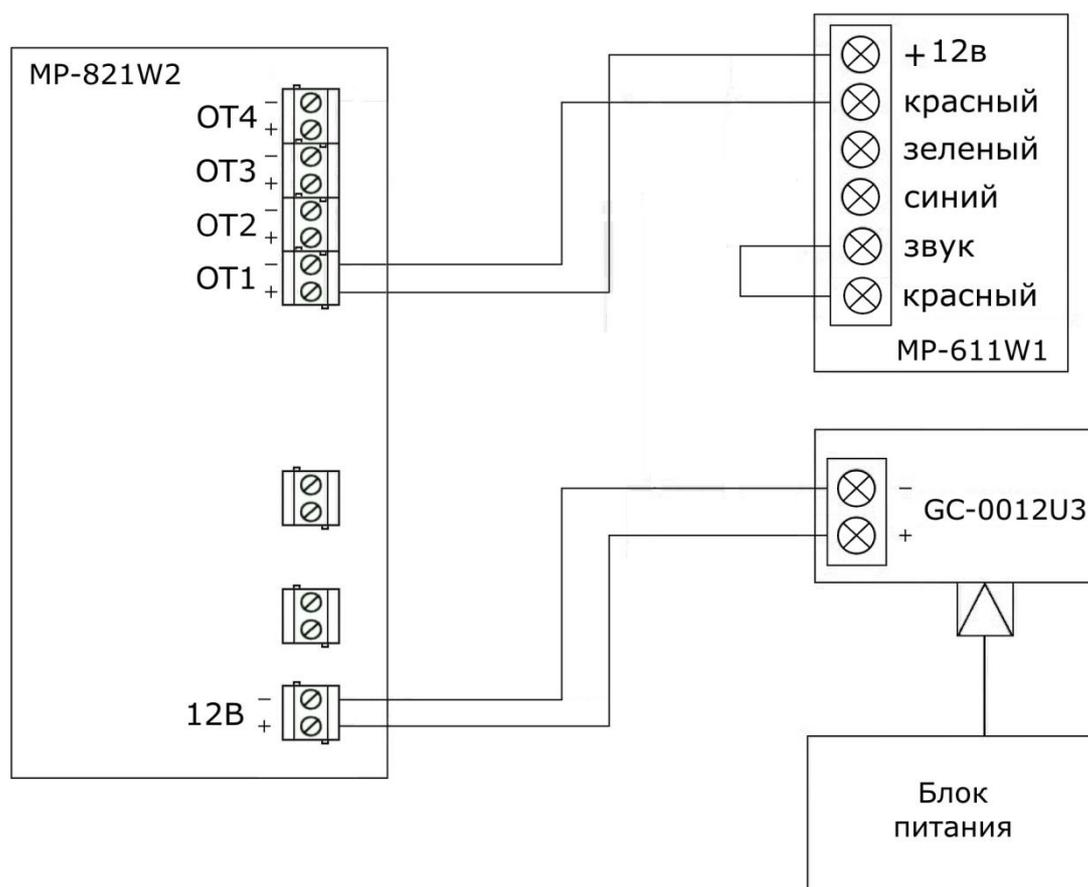

Рисунок 6.1. Схема соединений комплекта MP-920W8
Схема соединений комплекта приведена на рис.6.1.
4. Проложить 2-х проводный одножильный кабель от 4-х канального радиоприемника MP-821W2 и подключить к соответствующим клеммам: от клеммы **+OT1** 4-х канального радиоприемника к клемме **+12в**, от клеммы **OT1-** 4-х канального радиоприемника к клемме **красный** (см. рис.6.1).
5. Проложить 2-х проводный одножильный кабель от сигнальной лампы MP-611W1 и подключить к клеммам **+ОТ1-**: от клеммы **красный** сигнальной лампы к клемме **ОТ1-**, от клеммы **+12в** сигнальной лампы к клемме **+ОТ1** (см. рис.6.1).
В соответствии со схемой соединений на рис. 6.1 проложить электрический провод сечением 0,5 мм2 от 4-х канального радиоприемника MP-821W2 и подключить к винтовым клеммам адаптера-блока защиты «Выход 1» или «Выход 2», обозначенным +/-, соблюдая полярность. Штекер блока питания необходимо подключить к входному разъему «12В» на адаптере-блоке защиты GC-0012U3. Затем включить вилку сетевого шнура в электрическую розетку сети 220в. На адаптере-блоке защиты должны загореться 2 светодиода (красный и зелёный), что сигнализирует о наличии напряжения от блока питания (красный) и на линии (зеленый). Если горит только красный индикатор, то это сигнализирует о коротком замыкании на линии питания 4-х канального радиоприемника. Кроме того, на 4-х канальном радиоприемнике также должны загореться светодиодные индикаторы наличия питания.